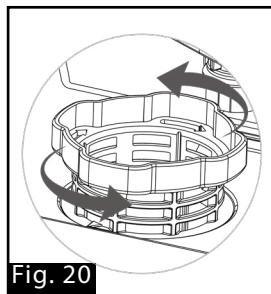

Fig. 20
1. Retire el sistema de filtración. Gire el filtro cilíndrico en sentido antihorario (Fig. 20).